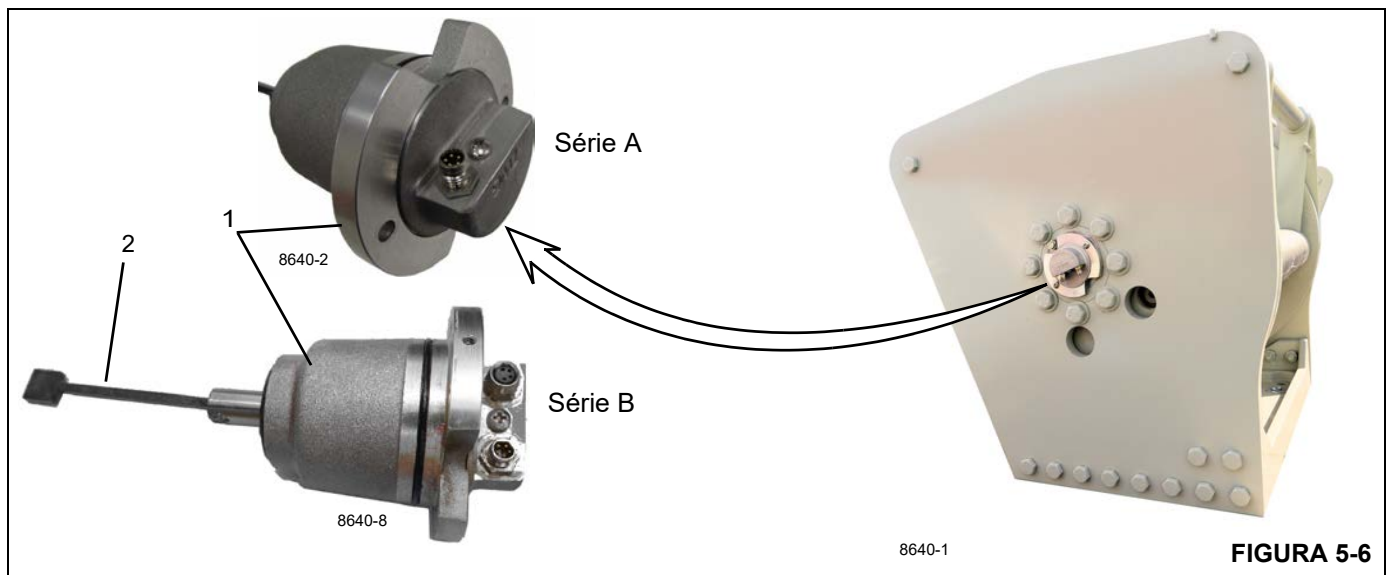

FIGURA 5-6
4. Insira o DRI no tambor. Gire o DRI (1, Figura 5-6) de forma que o eixo (2) do DRI engate no acionamento dentro do tambor.